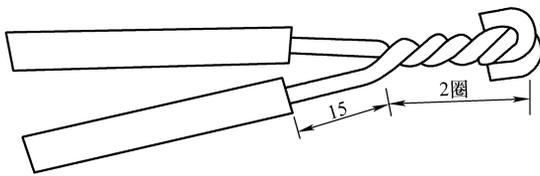

图 1-18 两根单股导线在接线盒内的缠卷并接法连接
2. 两根单股导线在接线盒内的缠卷并接法连接 (见图 1-18)